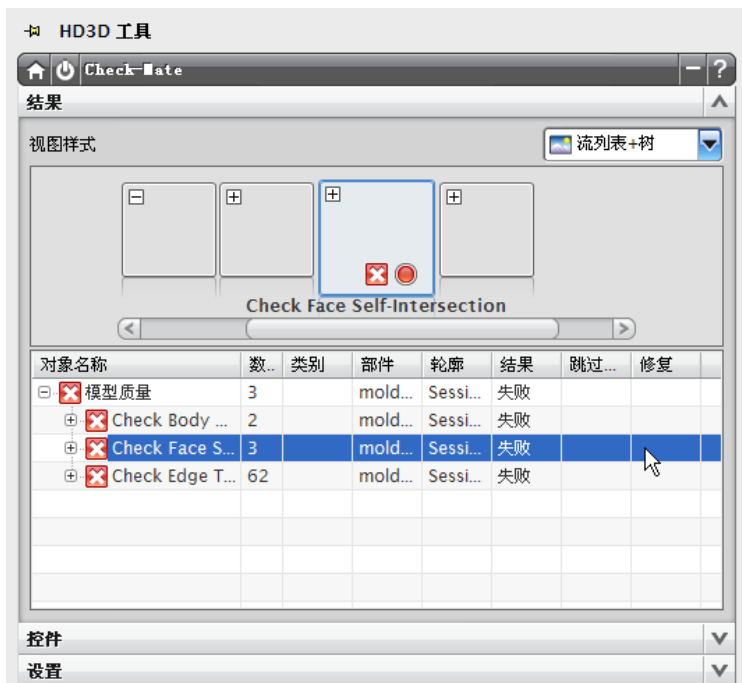

图 2-8 【HD3D 工具】对话框
(5) 在资源条上单击【HD3D 工具】按钮, 可以展开如图 2-8 所示的【HD3D 工具】对话框。系统列出了检查失败的类型及数量信息。